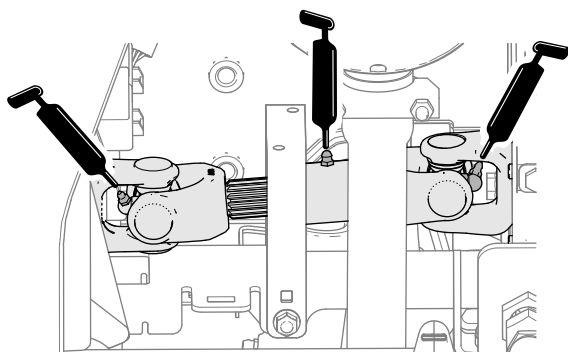

Figura 104
- Cardán del árbol de transmisión de la bomba (3) (Figura 104)